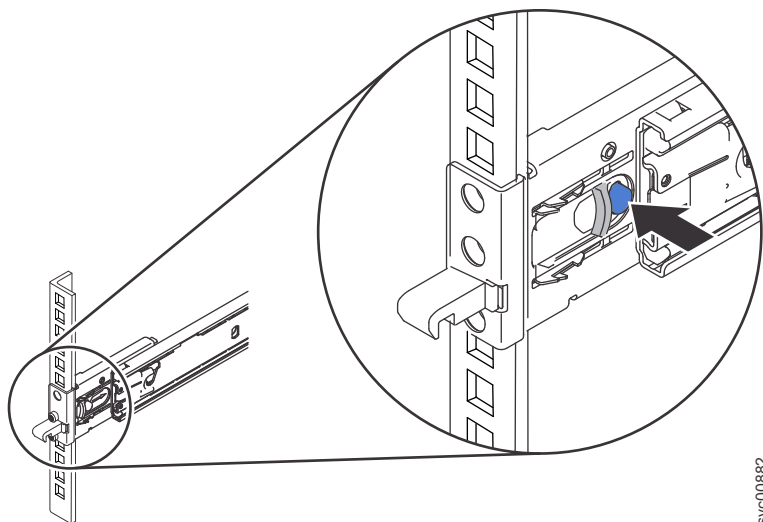

Figura 67. Instalando a extremidade frontal do trilho deslizante
6. Instale a extremidade frontal dos trilhos deslizantes, conforme mostrado em Figura 67 na página 96.